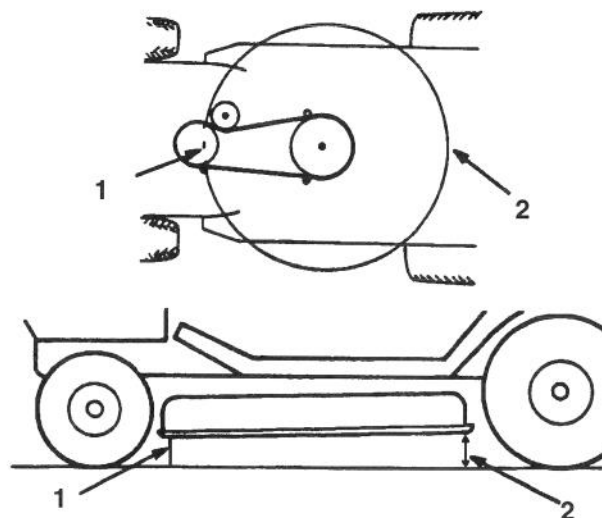

Figure 50
5. Contrôler l'inclinaison avant/arrière en mesurant la distance entre la base de la tondeuse (centre avant et centre arrière) et la surface plane (Fig.50). Si l'avant de la tondeuse est plus bas de 15,875 mm que l'arrière, un réglage sera nécessaire; se reporter aux points 6, 7, 8 et 9.